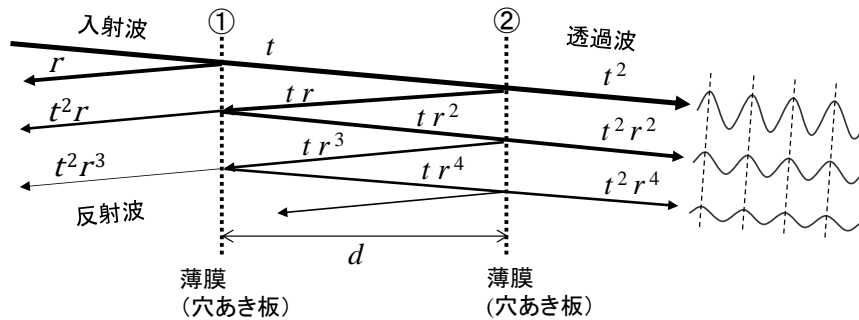

図 2-12 ファブリー・ペロー干渉計の原理 (実際には波は①の面に垂直に入射するが、分かりやすくするために、入射波の方向を少し傾けて図示してある)。
ファブリー・ペロー干渉計は、波の往復によって干渉の効果を高め、非常に分解能の高い分光を行う時に利用される。図 2-12 に示すように、2 枚の半透明鏡①②（音波の場合には薄膜や穴あき板など）を置いて、左側から波を入射させる。膜を透過する波、反射す
透過波すべての和を計算することで、最終的に観測される波の振幅を計算することができる。反射の回数が増えるにしたがって、振幅は小さくなり、同時に位相もずれてくるので、その和を計算する事は簡単ではないが、①と②の間隔  $d$  がちょうど半波長の整数倍 (式(2-10)で  $\delta_0 = 0$  と仮定) になっている場合に限っては、図 2-12 の右端に示したようにすべての透過波の位相が完全に揃って強め合うので、合成した波の振幅は各透過波の振幅の単なる和になる。したがって、入射波の振幅を 1 とすると、合成した波の振幅  $A$  は、